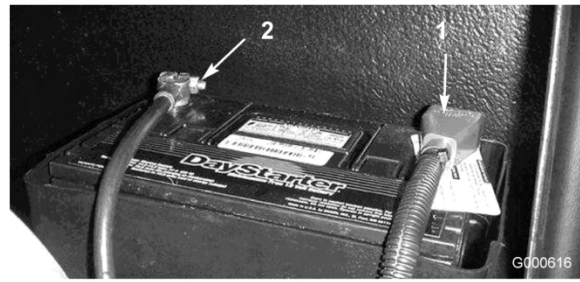

Figure 42
5. Raccordez le câble positif (rouge) de la batterie à la borne positive (+) et le câble négatif (noir) à la borne négative (-) (Figure 42). Fixez les câbles aux bornes avec les vis et les écrous. Assurez-vous que le collier du câble positif (+) est bien engagé sur la borne de la batterie et que le câble est disposé tout près de la batterie. Le câble ne doit pas toucher le couvercle de la batterie. Placez le capuchon protecteur sur la borne positive pour éviter les courts-circuits.